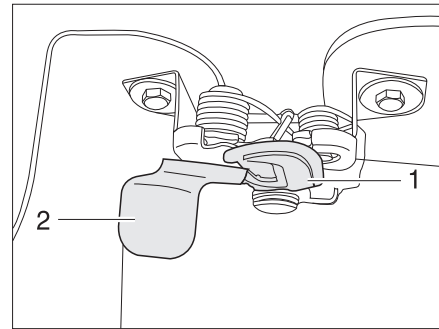

Fig. 29 Leva di sbloccaggio cofano motore esterna
- Infilare una mano sotto il cofano motore e azionare il gancio di fermo (Fig. 29,1). A tal fine afferrare la linguetta (Fig. 29,2) da dietro e tirarla in avanti.